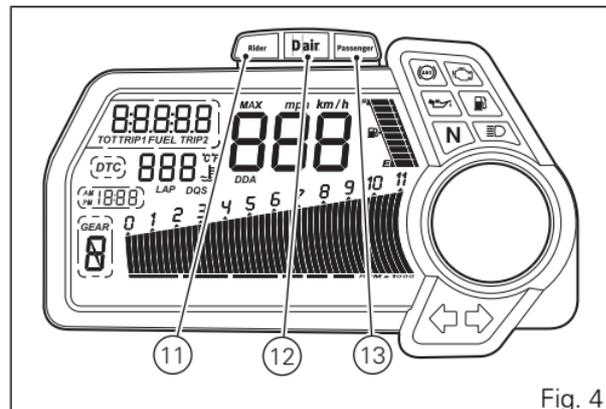

Fig. 4
11) AIRBAG WARNING LIGHT: RIDER **Rider** (GREEN) (Fig. 4).
Dair (YELLOW) (Fig. 4).
Passenger (GREEN) (Fig. 4).